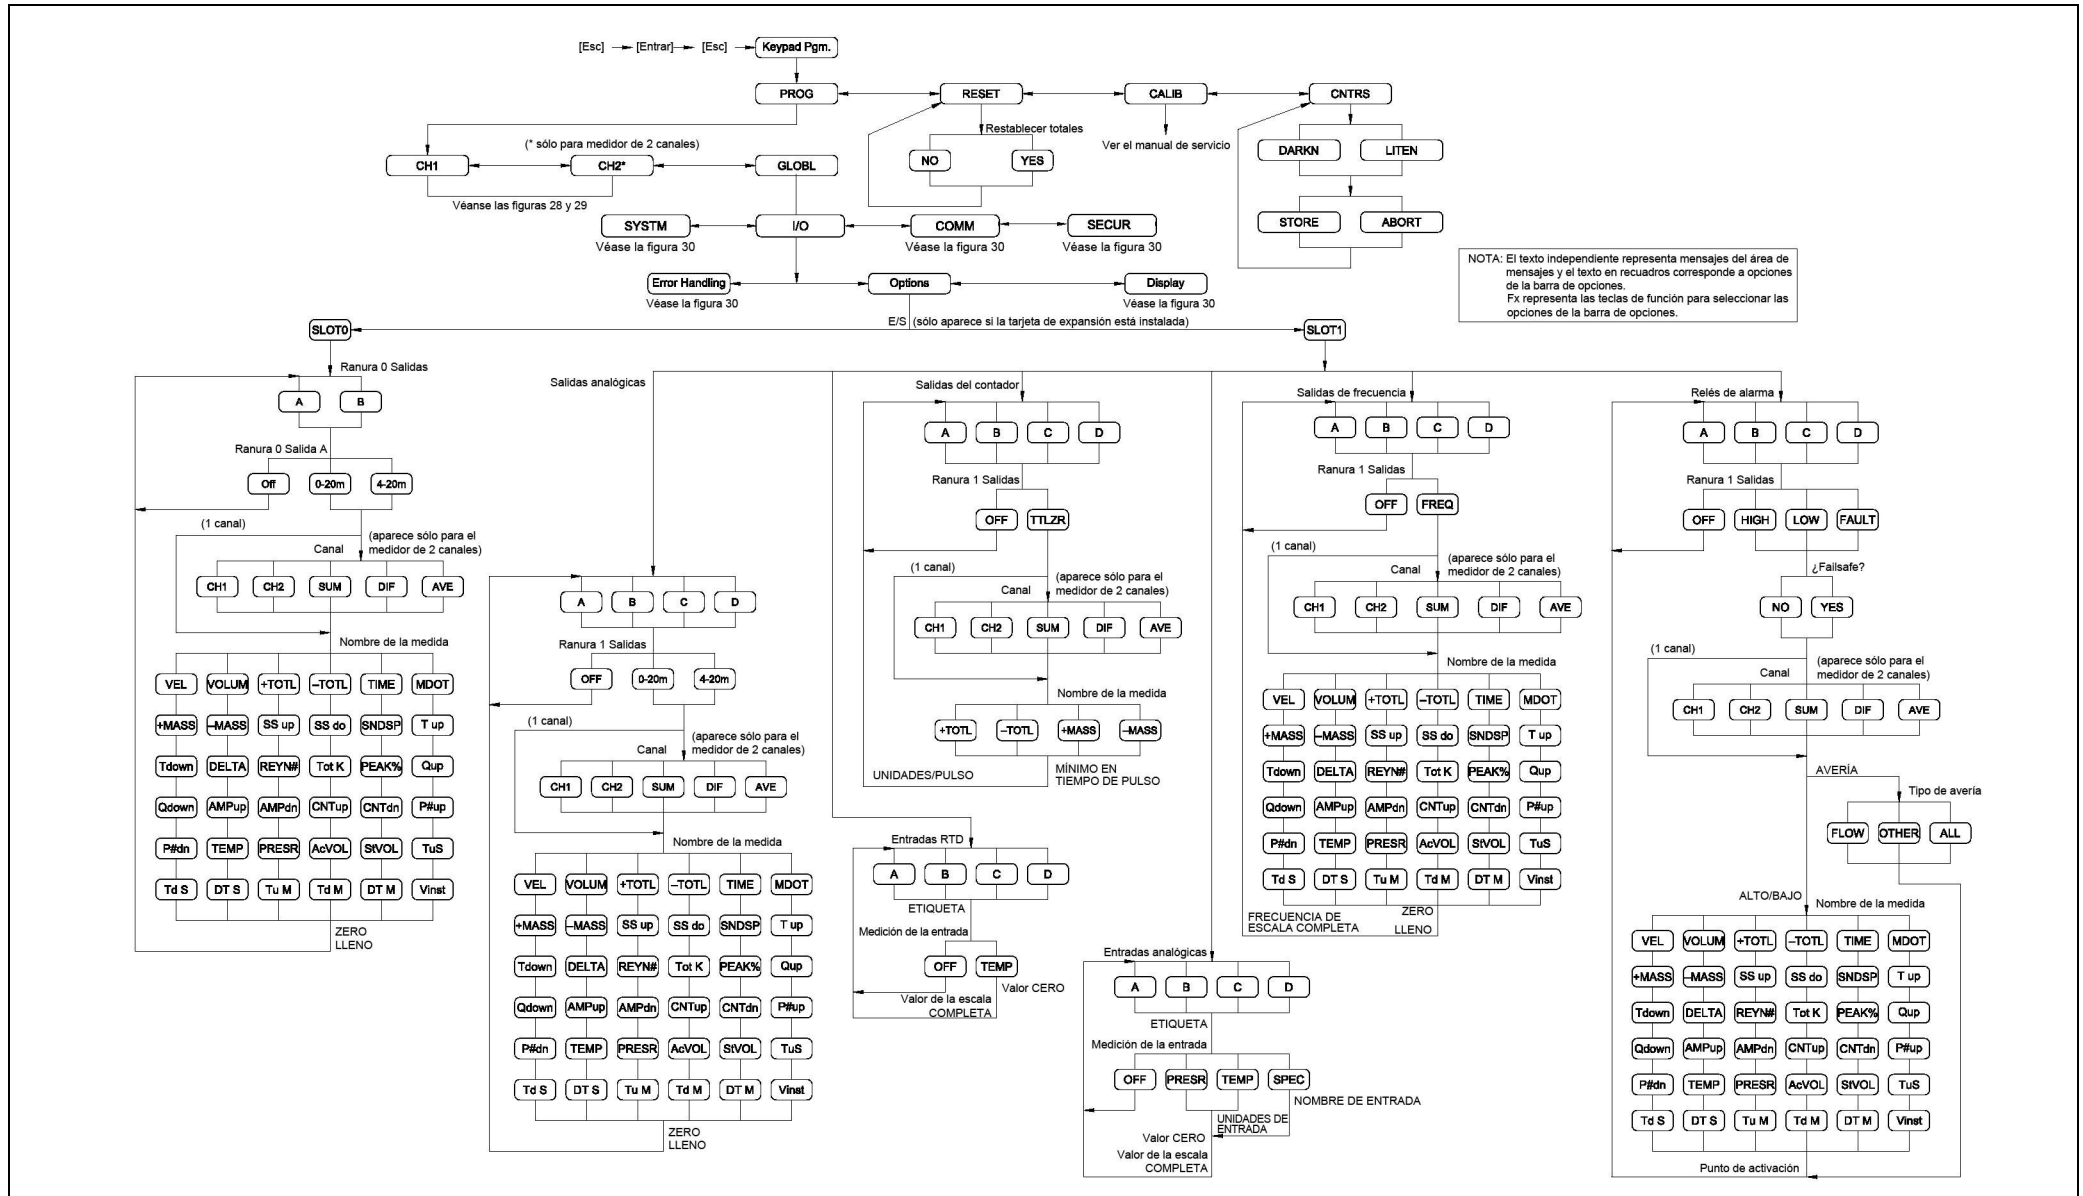

Figura 31: MenúPROG > GLOBL > E/s > OPCIONES
- Figura 31, “Menú PROG > GLOBL > E/S > OPCIONES”, en la página 62